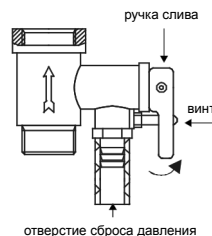

Рис. 9
- нажать до щелчка кнопку, расположенную по центру термовыключателя, который находится рядом с ТЭНом (имеет круглую форму), рис.9;
6. Воду можно слить через обратный предохранительный клапан (открутить сливной винт обратного предохранительного клапана и перевести ручку слива в верхнее положение, при этом кран выхода горячей воды должен быть открыт, а кран подачи холодной воды в водонагреватель должен быть перекрыт) (смотри рис.9). Никогда не